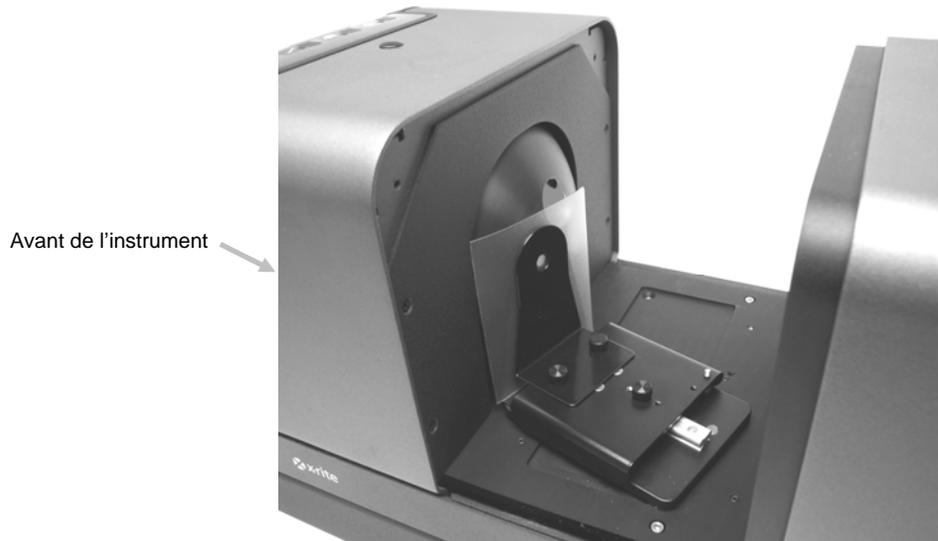

Figure 7. Porte-échantillon placé devant la sphère (mesure totale)
2. Tirez la pince vers l'arrière et placez l'échantillon entre la pince et l'appui (reportez-vous aux figures 7 et 8). Vous pouvez temporairement serrer la vis à ailettes du chariot afin de maintenir la pince en place au moment de positionner l'échantillon. Relâchez lentement la pince à échantillon et le chariot pour sécuriser l'échantillon.